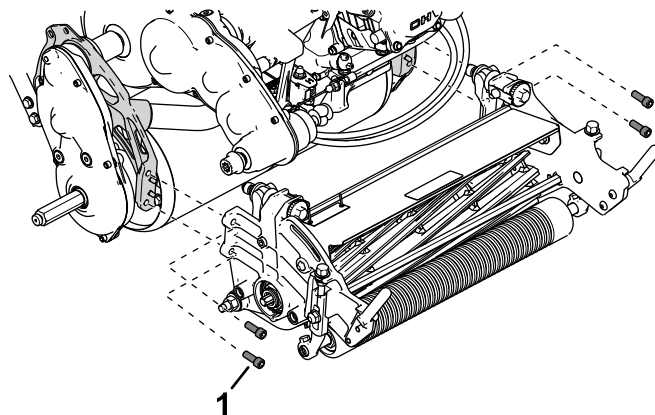

Figura 49
4. Scoateți uruburile cu cap imbus care fixează unitatea de tăiere pe cadru (Figura 49).